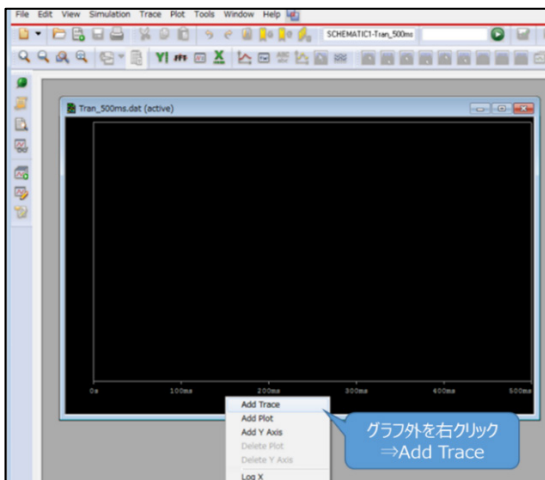

図 5.5 グラフウィンドウ
- (1) グラフウィンドウのグラフ枠外を右クリック後、「Add Traces」を選択してください。(図 5.5)